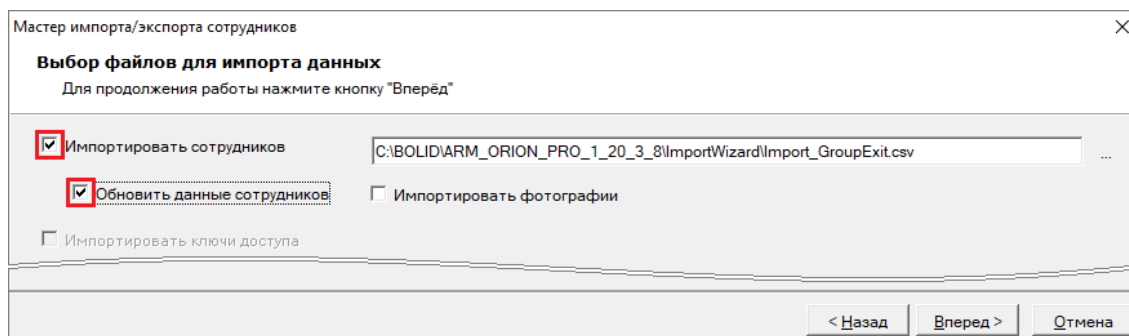

Рисунок 14-50 Выбор импорта в режиме обновления данных персонала
- 2) В шаге «Выбор файлов для импорта данных» (см. п. 14.4.1) выбрать импорт в режиме обновления данных персонала, то есть установить флаги для параметров «Импортировать сотрудников» и «Обновить данные сотрудников» (см. Рисунок 14-50);